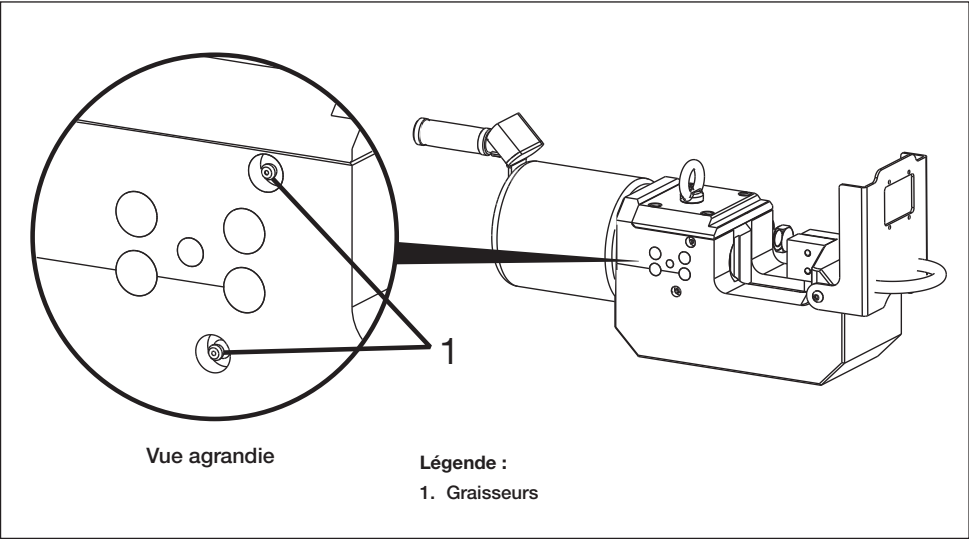

Figure 14, Lubrification
- 4. À l'aide d'un pistolet à graisse, appliquez la graisse via les deux graisseurs situés dans leur logement sur le côté de la cisaille (Fig 14, élément 1). Cette opération permet de lubrifier les guides coulissants haut et bas.